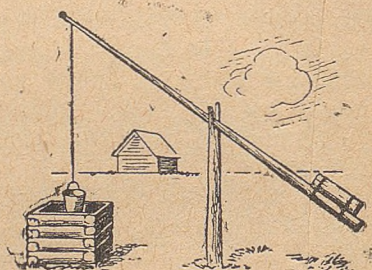

Рис. 159. Колодезний журавль.
2. Мый понда керёма колодезной журавльён противовес (рис. 159)?